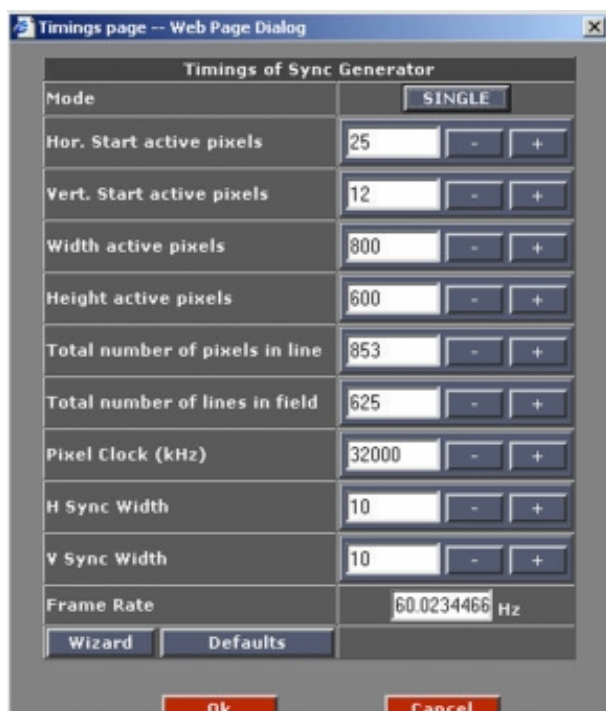

Imagen 8-6
Véase imagen 8-6.
1. Haga clic en **Ok** situado en la ventana *Timings of the Sync Generator* imagen 8-6.